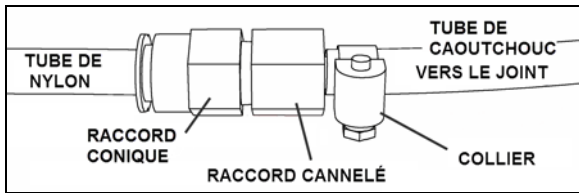

FIGURE 34: ENTRÉE D'AIR TYPIQUE DU JOINT D'ÉTANCHÉITÉ 26161
2. Débrancher le tube de nylon du raccord de compression (Figure 34).
8. Rebrancher le tube nylon sur le raccord. (Figure 34)